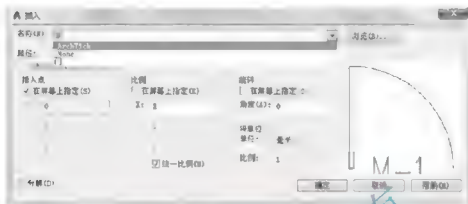

图 3.84 【名称】下拉列表选中“窗”图块
(1) 单击【绘图】工具栏上的【插入块】图标 (快捷键 I),弹出【插入】对话框。
(2) 在【插入】对话框的【名称】下拉列表中没有找到“窗”图块,如图 3.84 所示。单击旁边的按钮,弹出【选择文件】对话框,找到刚才存盘的“窗”图块后单击【打开】按钮返回【插入】对话框。
(3) 不勾选【统一比例】复选框, 设置【插入】对话框中的缩放比例: 【X】设置为“2.4”, 【Y】设置为“1”, 【Z】设置为“1”。